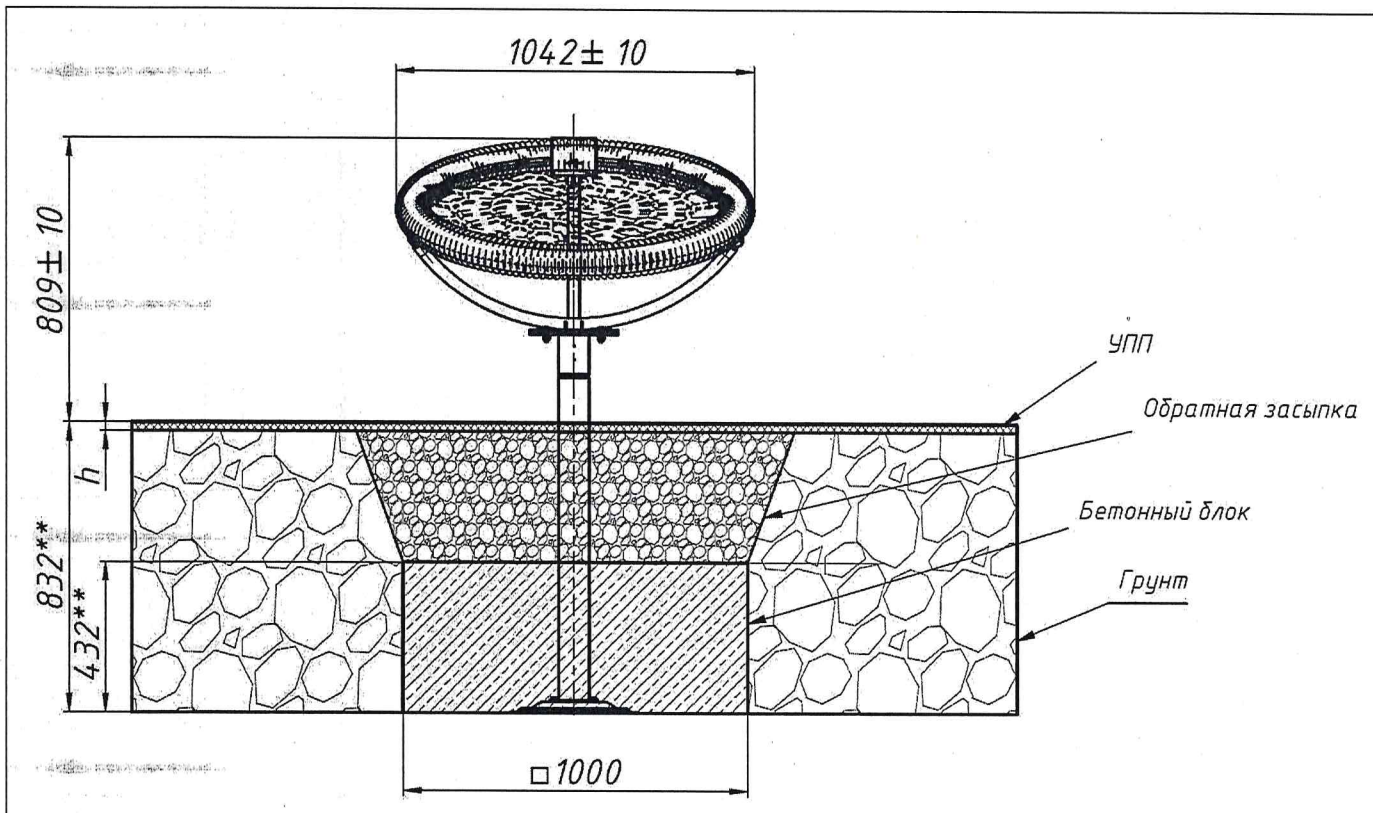

Рис. 4 Схема бетонирования
- 6.2. Разметить участок для установки оборудования в соответствии с размерами зоны приземления (Рис. 3). Подготовить яму под опорный элемент оборудования для установки опалубки для бетонного блока в соответствии с Рис. 4. Следует учитывать глубину промерзания грунта на территории, где производится установка данного оборудования согласно СП 22.13330.2016. Установить в ямы опалубку. Рекомендуемые размеры бетонного блока представлены на Рис. 4.
- 6.3. Укладку УПП в зоне приземления производить согласно Рис. 4 на завершающем этапе работ. Размер h – высота ударопоглощающего покрытия в соответствии с выбранным типом УПП. В комплект поставки оборудования ударопоглощающее покрытие площадки не входит (производитель оборудования ответственности за соответствие требованиям к покрытию площадки не несёт).
6.17. Выполнить обратную засыпку опоры и уложить ударопоглощающее покрытие в соответствии с Рис. 4, Рис. 5.